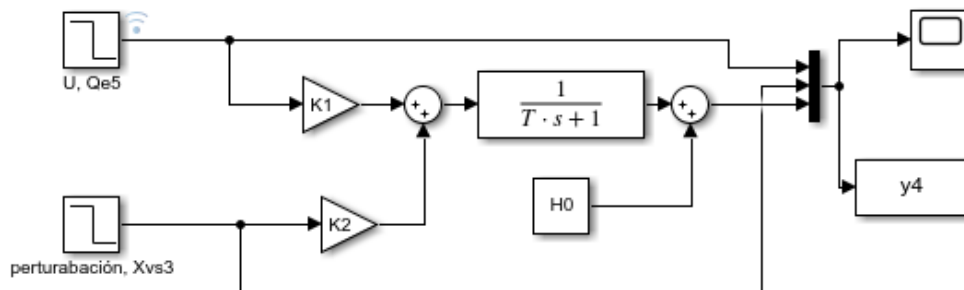

Figura 3: Diagrama de bloques del sistema de control
- El sistema de control realimentado con el proceso completo tal como se observa en la Figura 3, e indique el valor de las ganancias K_I , K_2 , T , K_{vc} y K_t .